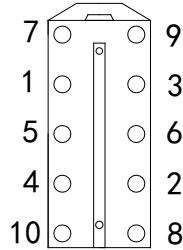

图4 压紧螺栓上紧顺序
5.7.2 压紧螺栓应按顺序上紧，拧紧顺序(见图4)，按1、2、3、4螺栓顺序均匀收紧，边收紧边测量板间束紧间距值(A)，压缩约10 mm后再收紧螺栓5、6、7、8、9、10，直至板片束紧到6.1规定的间距值(A)。